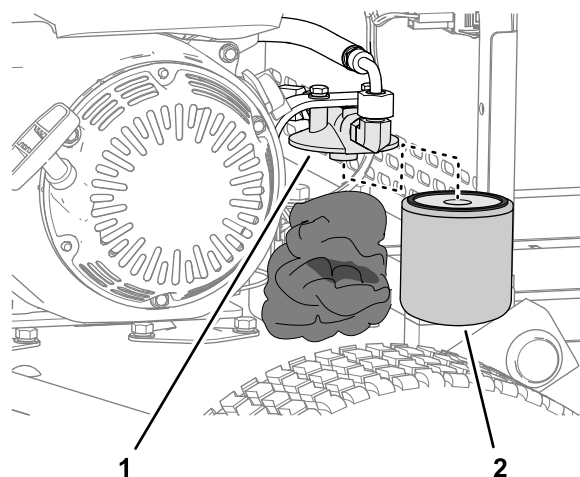

图 37
2. 将抹布塞在液压油过滤器下 图 37。
3. 小心取下液压油过滤器 图 37。
5. 用手将过滤器安装到滤头图 37 上直至垫片接触到滤头然后再将过滤器拧紧 3/4 圈。